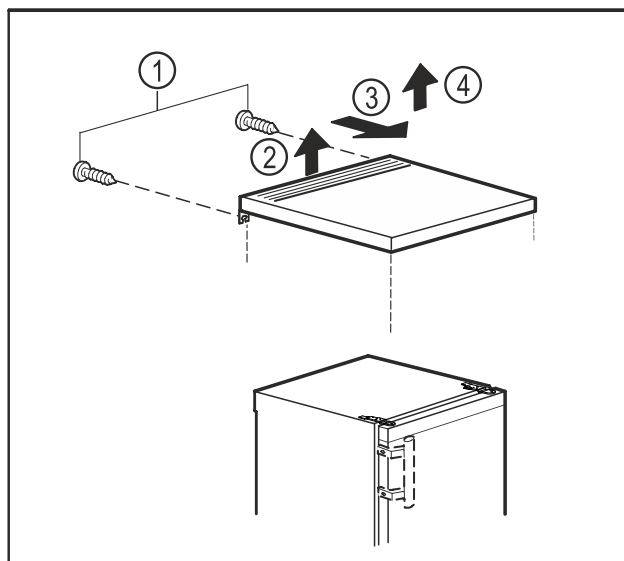

Fig. 10
- ▶ Rimuovere le viti sul retro. Fig. 10 (1)
- ▶ Sollevare il piano del tavolo dal retro. Fig. 10 (2)
- ▶ Spostare il piano del tavolo in avanti. Fig. 10 (3)
- ▶ Sollevare e prelevare il piano del tavolo. Fig. 10 (4)